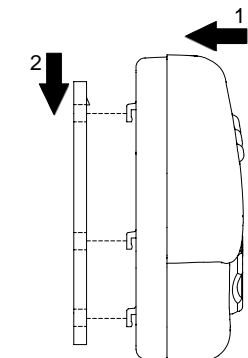

Fig. 5: Inserimento termostato sulla piastra a muro.
4. Avvicinare la base del termostato alla piastra facendo dapprima coincidere i dentini della base con gli appositi fori della piastra e successivamente esercitare sulla base una pressione verso il basso fino a far scattare il dentino plastico della piastra (Fig. 5).